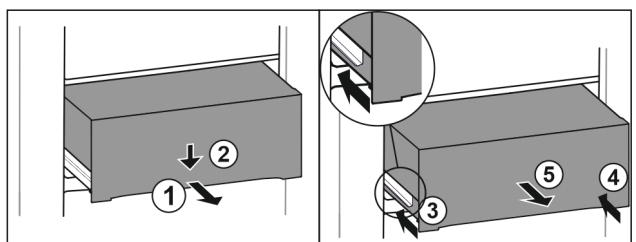

Fig. 93
- ▶ Wyciągnąć szufladę do połowy. Fig. 93 (1)
- ▶ Popchnąć szufladę z przodu w dół. Fig. 93 (2)
- ▶ Wsunąć lewą szynę o ok. 2 cm. Fig. 93 (3)
- ▶ Wsunąć prawą szynę o ok. 2 cm. Fig. 93 (4)
- ▶ Wyjąć szufladę do przodu. Fig. 93 (5)